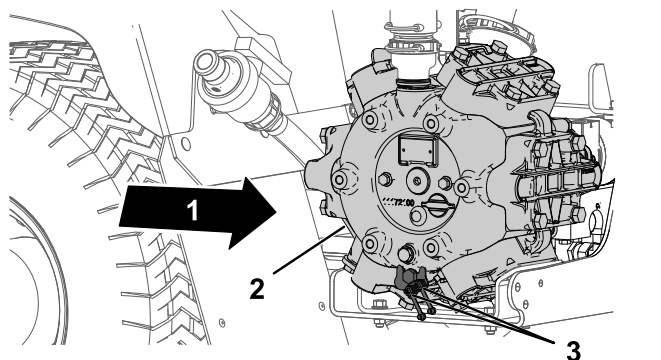

图 65
1. 将 2 个远距离黄油嘴擦拭干净图 65。
2. 用黄油枪将润滑脂打入到远距离黄油嘴图 65。